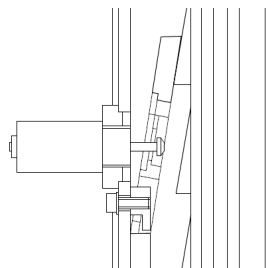

Fig.34 Abb.34
3. Collegare le traverse alle colonne come da fig. 34 e tenere presente che il fincorsa è collocato all'interno della colonna comando.
3. Connect crossbeams to both columns to both columns to fig.34. (Notice that the limited switched is inside the main column.)
3. Connecter la traverse aux colonnes selon fig. 34. Attention: le micro fin de course est placé à l'intérieur de la colonne principale.
3. Conectar los travesaños a las columnas como en la fig. 34 y tener presente que el fin de carrera está colocado dentro de la columna de mando.
3. Instalar los dispositivos de seguridad incluido el electroimán, el panel de bloqueo automático y el panel de unión dentro de ambas columnas. (ver fig. 34). La primera fase es la instalación de los dispositivos de seguridad debajo de ambas columnas.